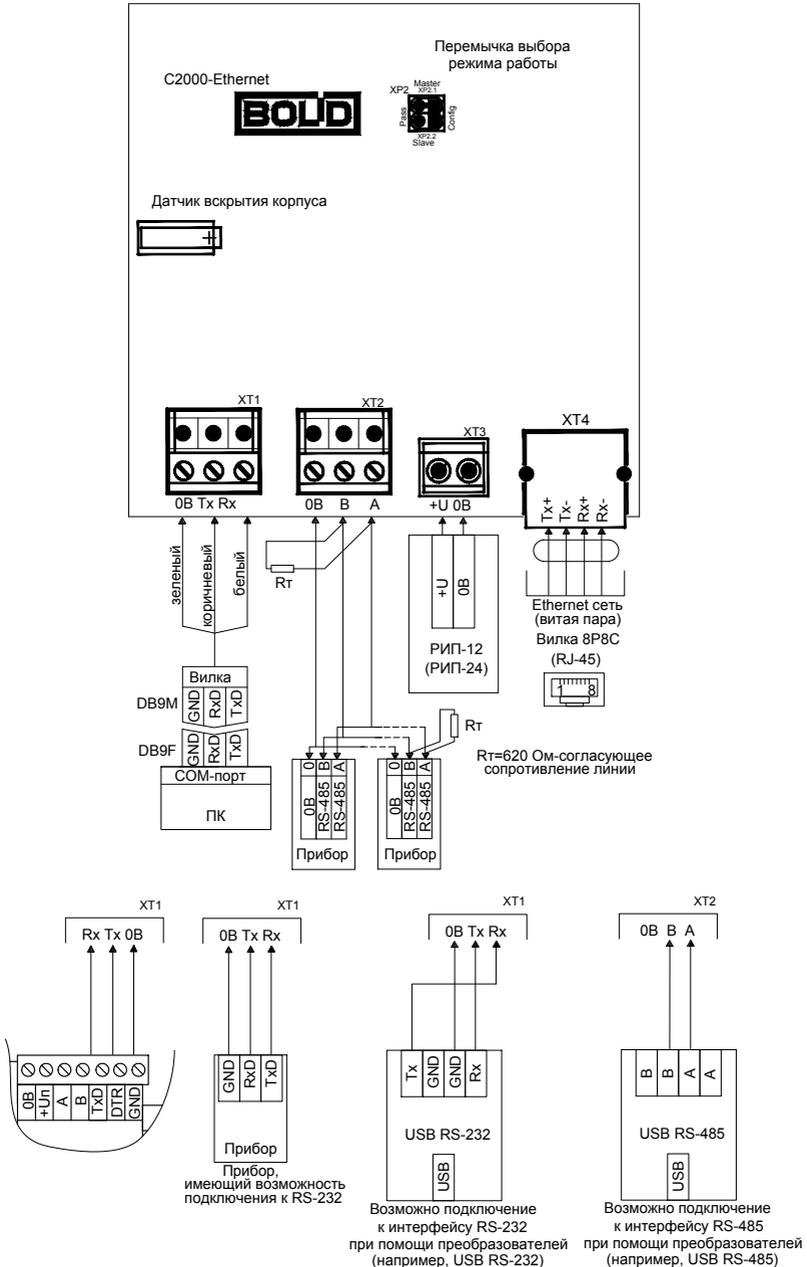

Рисунок 5. Схема внешних соединений преобразователя
5.1 Подключение преобразователя при проверке осуществляется по схеме, показанной на рис. 5.